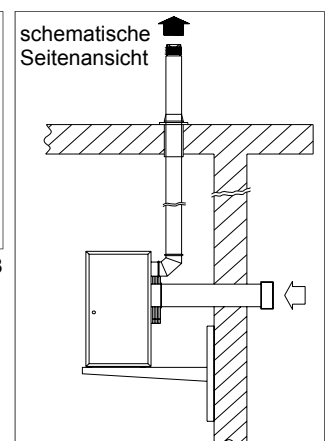

Abb. 9
- b) Die Abgasabführung erfolgt, wenn das Dach gleichzeitig Decke ist, vertikal über das Dach. Die Verbrennungsluftzuführung erfolgt dann horizontal durch die Außenwand (Abb. 9).